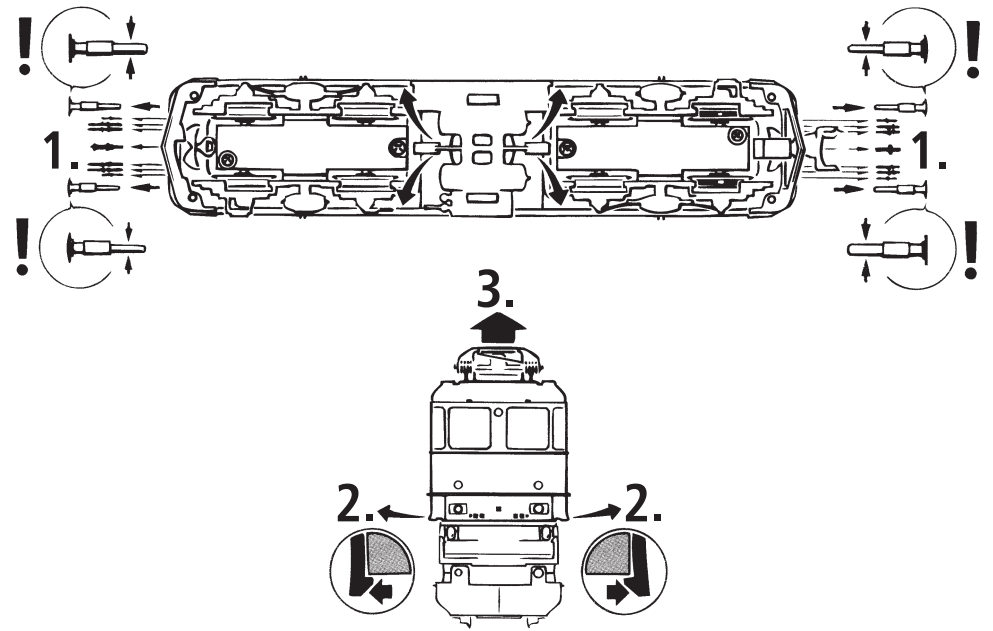

Fig. 4
**3. Haftreifenwechsel:** Zuerst die Drehgestellblende abnehmen (Fig. 4). Danach den **Radsatz** herausnehmen und die **Haftreifen** mit einer Nadel od. mit einem feinen Schraubendreher abziehen (Fig. 4). Beim Aufziehen der neuen Haftreifen darauf achten, dass diese sich nicht verdrehen.
**3. Change of traction tyre:** Remove the bogie blind. Take out **wheel set** and remove **traction tyre** using a pin or a fine screwdriver (fig. 4). When pressing on the new traction tyre please **avoid twisting it**.
**3. Échange des bandages d'adhérence:** Dé- montez d'abord **les flancs de bogies** des en-grenages. Délogez ensuite les essieux bandagés et enlevez, à l'aide d'une aiguille ou d'un tourne-vis fin, les bandages d'adhérence (fig. 4). Lors du montage des nouveaux bandages veuillez veiller à ce que les bandages **ne soient pas tor-dues**.